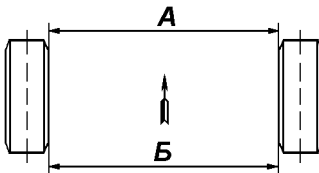

Рис. 9.50. Сходжение колес
Регулировку сходжения колес производите при нормальном давлении в шинах. Регулировку производите на специальном стенде. В случае отсутствия стенда регулировку можно произвести таким образом, чтобы размер А (рис. 9.50), замеренный по средней линии боковой поверхности шин спереди, был на 0,5-1,5 мм
2. Снимите колпак колеса (при комплектации легкосплавными колесами). Демонтируйте полуось 9 (рис. 9.50) заднего моста или ведущий фланец (или муфту отключения колес) у переднего моста.